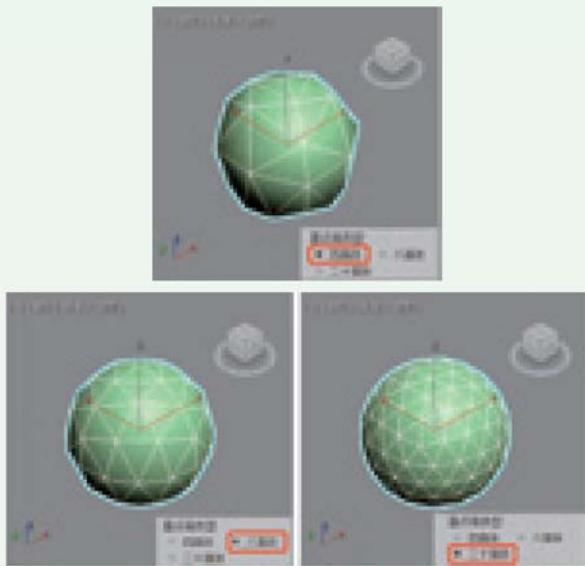

图4-21 三种不同类型的几何球体
- 【基点面类型】：确定由哪种类型的多面体组合成球体，包括【四面体】、【八面体】和【二十面体】，如图4-21所示。